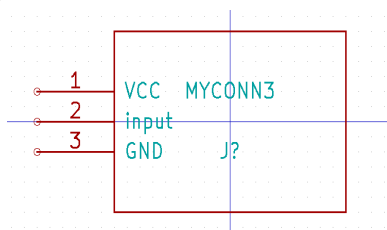

Рисунок 29. Компонент, созданный в quicklib
5. Просмотрите его, используя KiCad. Из менеджера проектов KiCad запустите EESchema, кликните на иконку **Редактор библиотек — создание и редактирование компонентов** , кликните на иконку **Импорт компонента** , пройдите demo1/library/ и выберите myLib.lib (Рисунок 29).